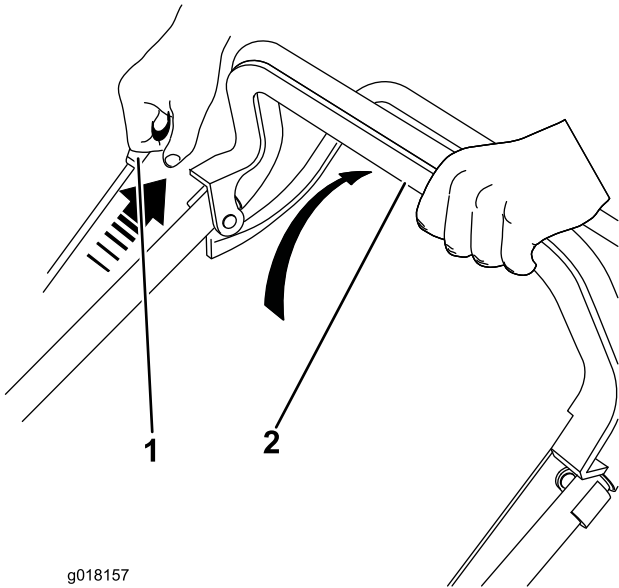

Figura 12
1. Tenete la barra di comando della lama contro la stegola (Figura 12).
2. Tirate la maniglia dell'avvitatore autoavvolgente (Figura 12).